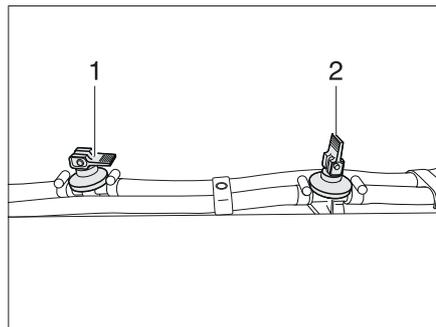

Bild 261 Ablasshahn
- Alle Ablasshähne öffnen. Dazu den Kipphebel (im Bild 261,2) senkrecht stellen.